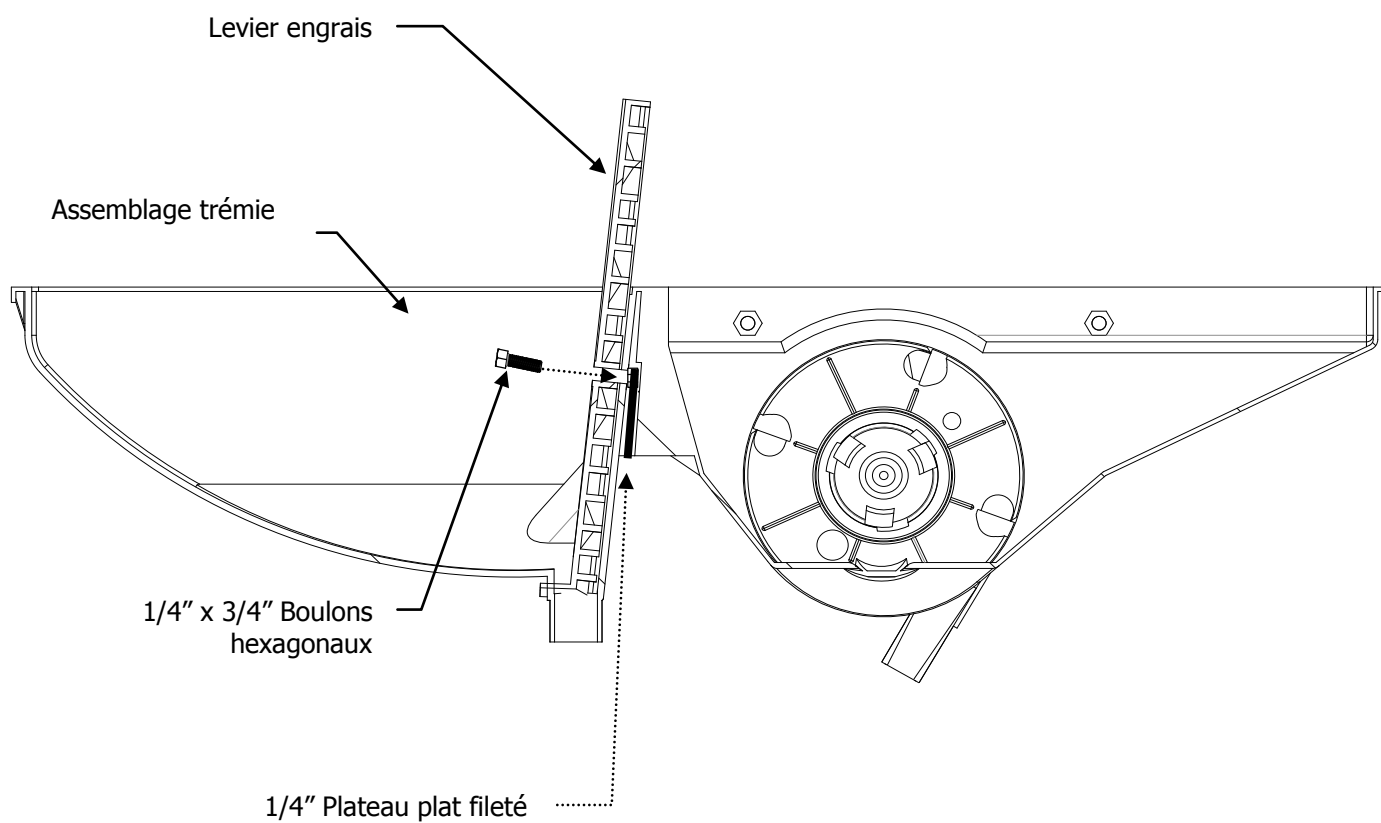

Figure 3
3. Placez l'unité en position verticale, la trémie à engrais vers le haut, placez le boulon dans le levier à engrais, puis dans l'encoche correspondante dans la trémie. Installez le plateau plat fileté. Fixez le bouton au plateau. Voir Figure 3